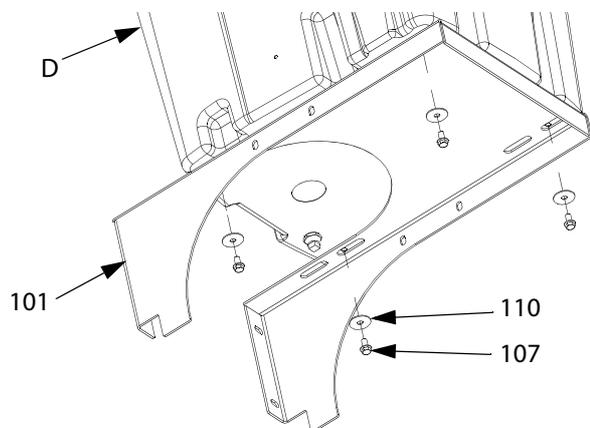

Рис. 9. Прикрепление бункера к кронштейну
10. Затяните монтажные винты бункера (107). См. Рис. 9.
11. Установите винты (107) и нижнюю опору (109).